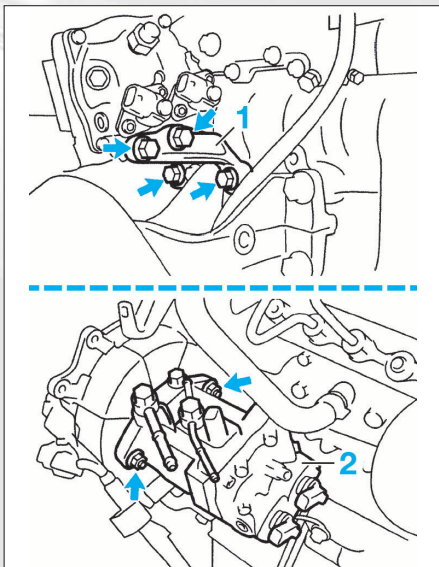

FIG. 33
• Déposer le pignon intermédiaire (2) en déposant les 2 vis (3), puis l'arbre du pignon intermédiaire.
- déposer le support arrière (1) de pompe d'injection (4 vis) (fig. 33).
- desserrer les 2 écrous de la pompe d'injection (2).